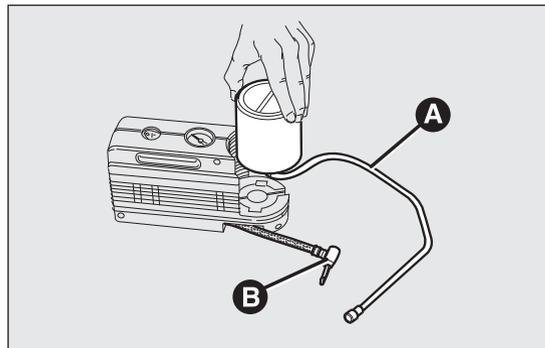

fig. 133
- desacoplar el acoplamiento B fig. 133;